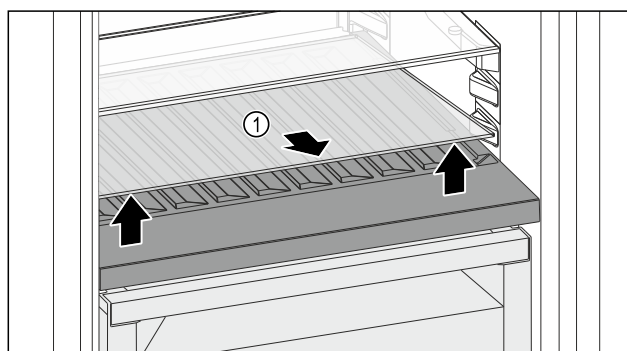

Fig. 156
- Podnieść płytę szklaną Fig. 156 (1) z przodu przy zagłębieniu i wyciągnąć.
- Przechować płytę szklaną Fig. 156 (1) w bezpiecznym miejscu poza urządzeniem.